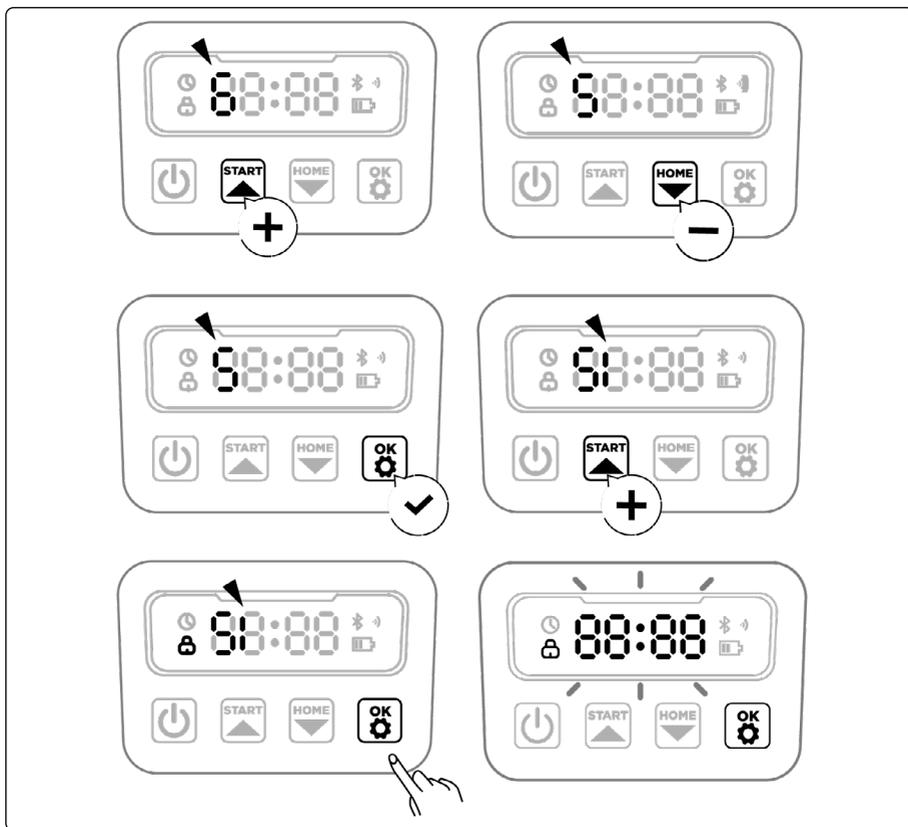

Рис. 26
- Основные элементы управления (рис. 26)